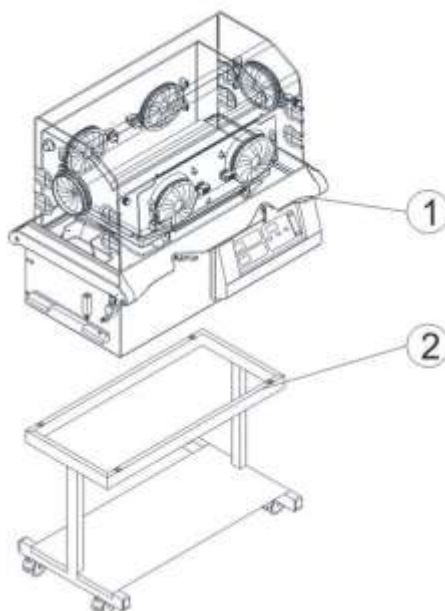

Figura 74 - Esquema de montagem
2. Colocar a incubadora (1) sobre o suporte (2), conforme indicado na figura 74.